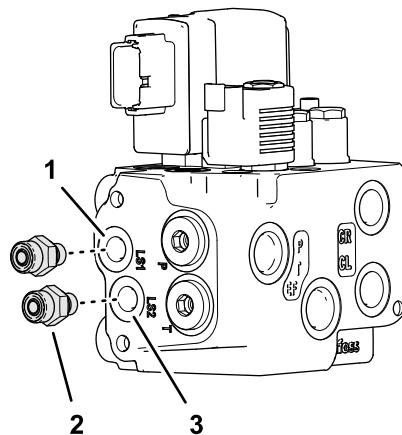

Figura 78
1. Monte 2 acoplamientos hidráulicos rectos (-6 x 12 mm) en la válvula de dirección EHI (Figura 78) como se indica a continuación: